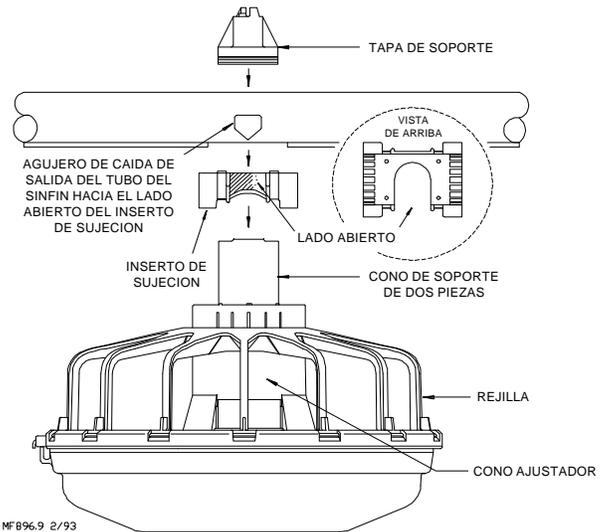

Figura 38. (Vista lateral)
2. Armar los componentes del soporte de sujeción de la rejilla alrededor del tubo del sinfín, como se muestra en la **Figura 38**. Usar el soporte de sujeción para mantener nivelado el plato y sujetar los tubos en la ubicación correctamente graduada.